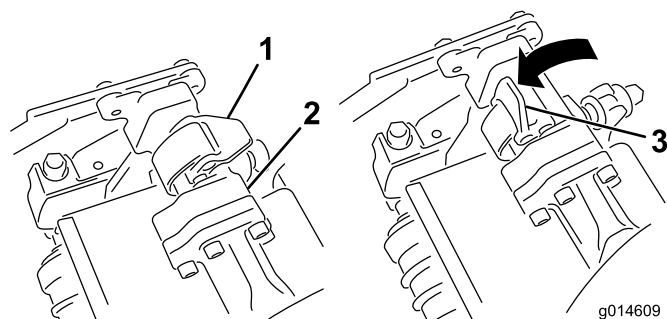
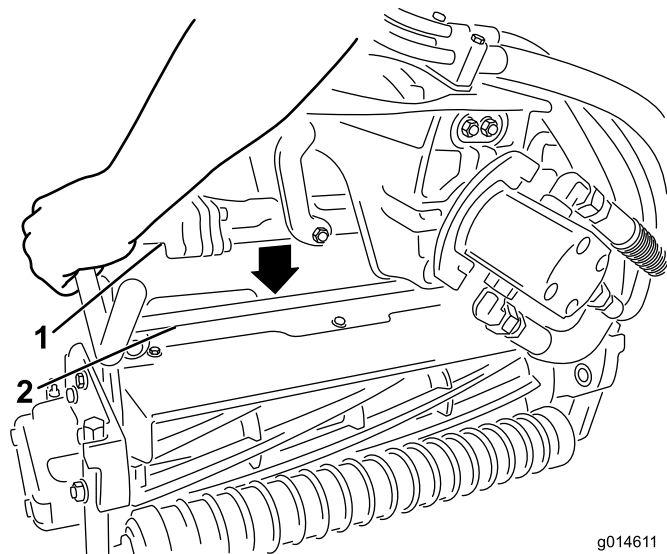

Рисунок 12
Рисунок 13
5. Когда защелки на штанге рычага подвески направлены вверх (т.е. открыты) (Рисунок 12), нажмите на рычаг подвески, чтобы штанга села на поперечный стержень наверху режущего блока (Рисунок 13).
6. Опустите защелки и поверните вокруг стержня режущего блока и заблокируйте их (Рисунок 12).